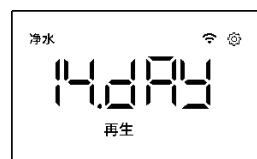
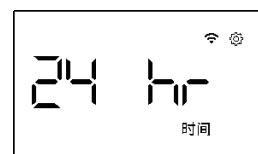

图17
图21
- 1.按“选择”键数次直到屏幕上显示“净水”、“再生”字样（如图17）；
- 2.然后反复按“选择”键，直到屏幕显示“24 hr 时间”（如图21）或“12 hr 上午下午时间”（如图17）；